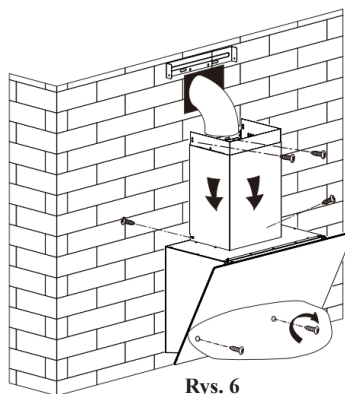

Rys. 4
6. Zawieś okap na ścianie w ustalonej pozycji, dostosowując położenie okapu, zamocuj okap za pomocą 2 wkrętów zabezpieczających ST4*30mm. Uwaga: Dwa otwory wentylacyjne bezpieczeństwa, o średnicy 6mm, są umieszczone na tylnej obudowie. Patrz Rys. 4&6.